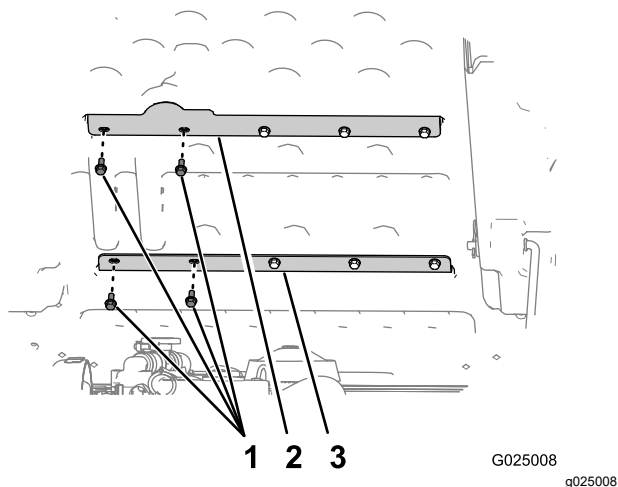

Figura 4
1. Îndepărtați cele 2 uruburi din marginea stângă (5/16 x 3/4") care fixează suportul superior al platformei la platformă (Figura 4).
2. Îndepărtați cele 2 uruburi din marginea stângă (5/16 x 3/4") care fixează suportul inferior al platformei la platformă (Figura 4).